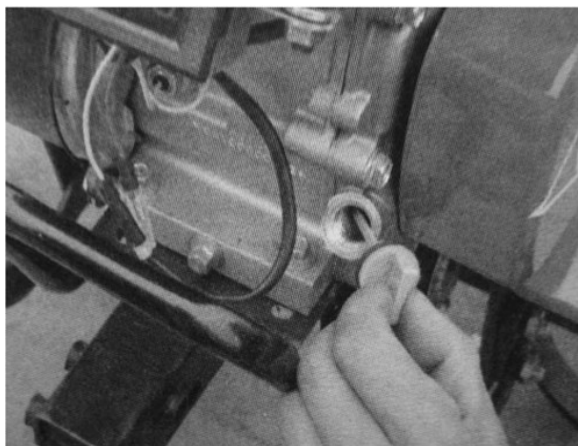

Figure 3
- Odkręcić korek ze wskaźnikiem poziomu oleju i wytrzeć go do czysta (patrz rys. 3)